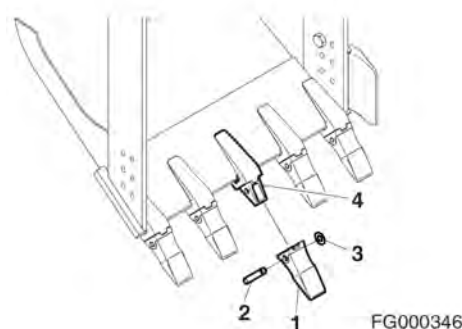

Рис. 136
2. Чтобы заменить зуб (1, рис. 136), использовать молоток и зубило, чтобы сдвинуть стопорный штифт (2) и стопорную шайбу (3) с адаптера зуба (4).